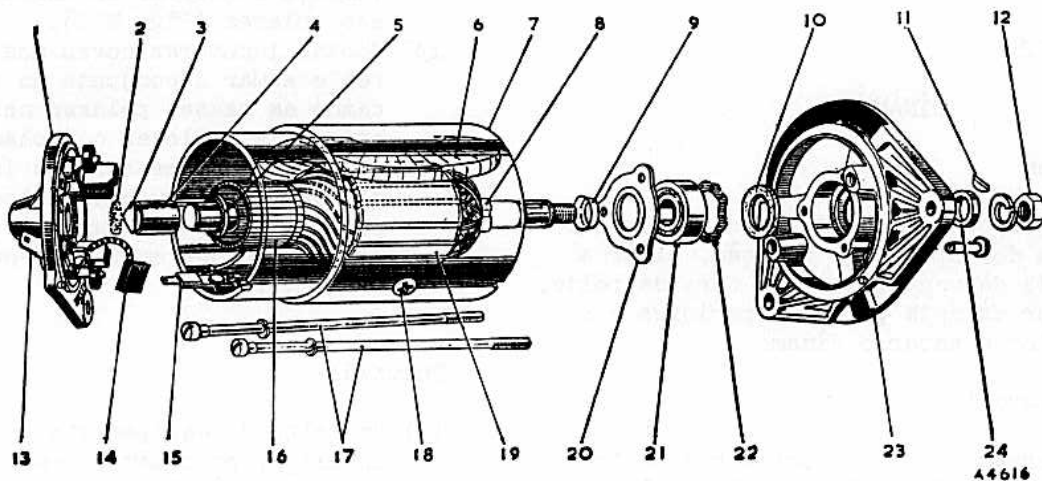

Fig. N.1
- 12) Retirar os parafusos retentores das massas polares e indutoras para fora da carcaça e separar as indutoras das massas polares (Fig. N.1).
- 13) Montar indutoras novas nas massas polares e armar o conjunto na carcaça, colocando as massas polares nas suas posições originais. Colocar o isolador da junção dos enrolamentos das indutoras, posicionar os parafusos, colocar as massas polares nos seus lugares com o auxílio de um expansor e apertar os parafusos (Fig. N.1).